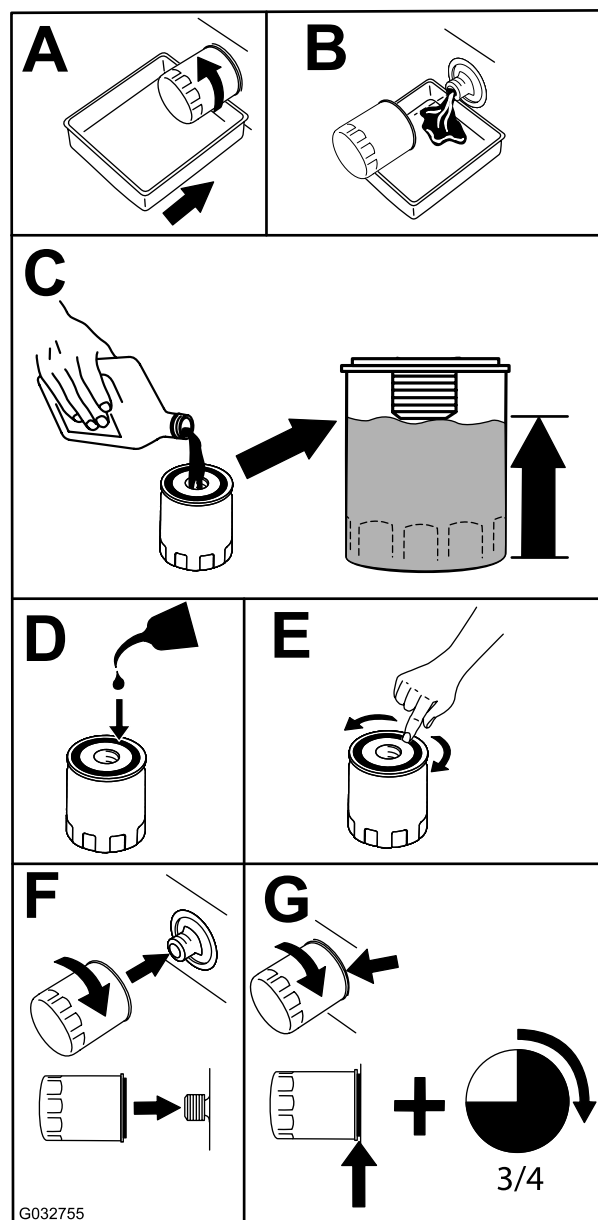

Figura 38
2. Sustituya el filtro de aceite del motor (Figura 38).